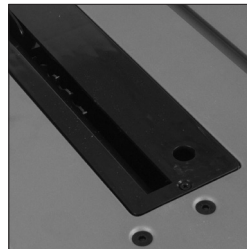

Fig. 43
- Verwijder de tafeltoegangsplaat door de kruiskopschroef uit de voorrand van de toegangsplaat te verwijderen. (Fig. 43)